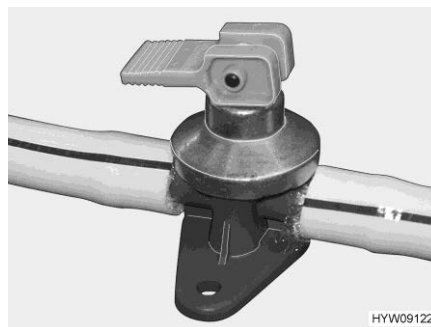
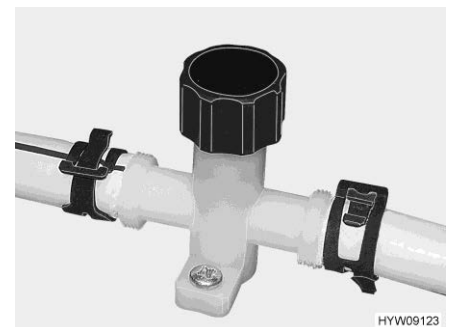

Bild 140 Avtappningskran med vipparm
Bild 141 Avtappningskran med vred
- Stäng alla avtappningskranar (Bild 140 resp. Bild 141).